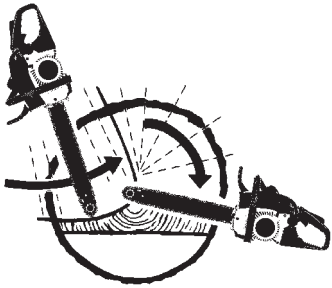

Fig. 17
MISE EN GARDE: Pour s'assurer que la chaîne et guide-chaîne soient huilés, UTILISER EXCLUSIVEMENT LE TYPE DE GUIDE-CHAÎNE D'ORIGINE ayant un orifice pour huile (A) comme illustré ci-dessus (Fig. 17).